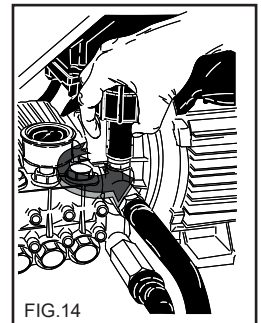

FIG.14
Dit hoofdstuk betreft alleen de modellen die voorzien zijn van een "drukregelaar". Deze drukregelaar, Fig. 14, maakt het mogelijk tijdens het werk de druk te regelen. Door de handgreep C tegen de klok in (B) te draaien (minimum) wordt de bedrijfsdruk verlaagd.